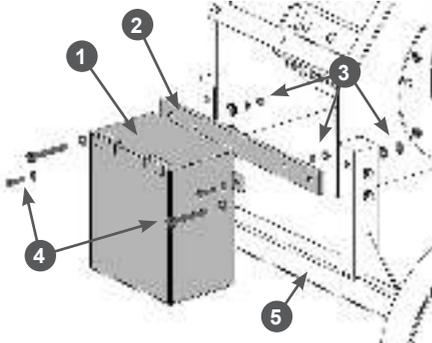

Рис. 10 Установка ящика для аккумулятора
- Установите ящик для аккумулятора. Сначала прикрепите пластину крепления ящика к кронштейну колёс. Совместите отверстия в пластине 2 и кронштейне 5, вставьте в отверстия болты М10х80 и закрутите гайки М10 (Рис. 10). После этого прикрепите ящик к пластине. Совместите отверстия в ящике 1 и пластине 2, вставьте в отверстия болты М8х25 и закрутите гайки М8 (Рис. 10).